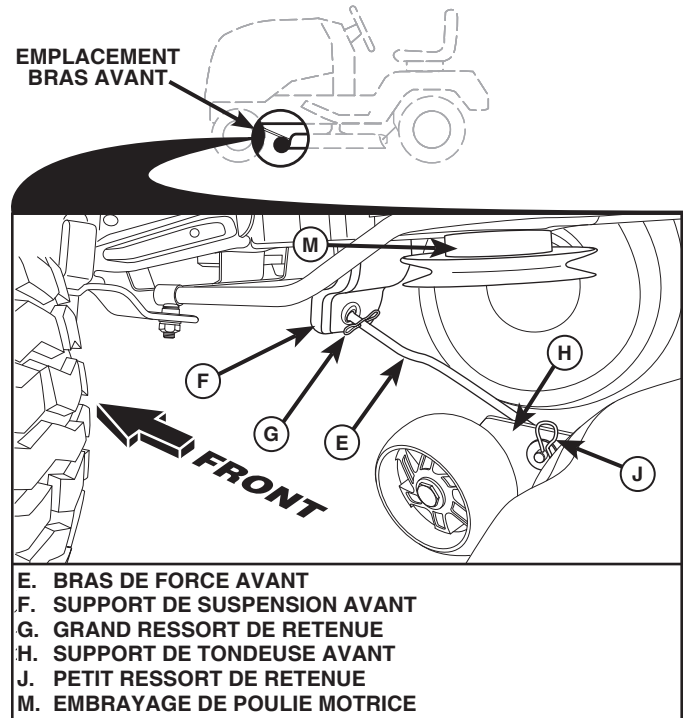

Fig. 32
8. ATTACHER LE BRAS AVANT (E) (Voir la Fig. 32)
- Depuis le devant du tracteur, insérer l'extrémité de la tige du bras avant (E) dans le trou dans le support de suspension avant du tracteur (F).
- Déplacer vers le côté gauche de la tondeuse et insérer un grand ressort de retenue (G) dans le trou devant le bras (E) derrière le support de suspension avant (F).
- Insérer une autre extrémité du bras (E) dans le trou dans le support avant de la tondeuse (H) et fixer avec une rondelle et un petit ressort de retenue (J).